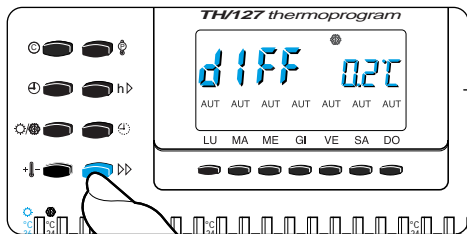

Fig. 45
13.8 - Premere il pulsante >> (fig. 45) per modifi-